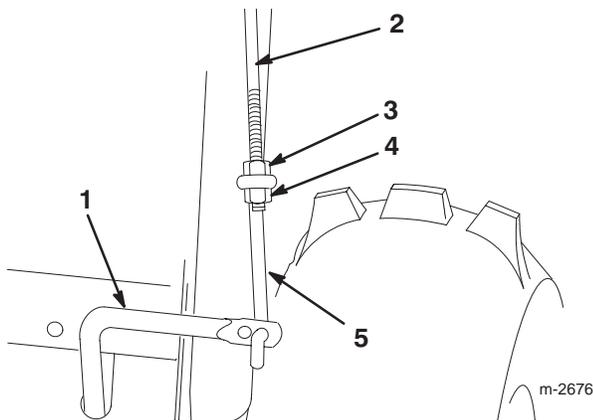

Bild 9
1. Drehen Sie eine Bundmutter (Bundseite unten) auf die obere Betätigungsstange an der rechten Seite des Griffelements auf (Bild 9).
2. Bringen Sie das untere Gestänge durch die äußere Bohrung in der unteren Steuerstange an (Bild 9).
3. Stecken Sie die obere Steuerstange durch die Öse im unteren Gestänge (Bild 9).
4. Drehen Sie eine Sicherungsbundmutter (Bundseite nach oben) auf die Unterseite der oberen Steuerstange unter die Öse im unteren Gestänge (Bild 9).
7. Stellen Sie wenn erforderlich die Bundmutter und die Sicherungsbundmutter (Bild 9) ein, um die richtige Entfernung zwischen der oberen Kante des Handgriffs und der unteren Kante des Betätigungshebels für Schnecke/Gebläserad zu erzielen.